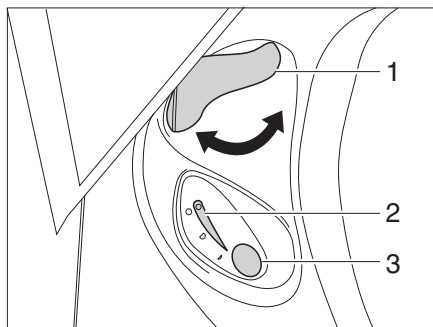

Fig. 232 Unité de commande des toilettes Thetford
- Avant d'actionner la chasse d'eau, ouvrir le curseur des toilettes Thetford. Tourner pour cela le levier du curseur (Fig. 232,1) dans le sens inverse des aiguilles d'une montre.
- Pour actionner la chasse d'eau, appuyer sur le bouton bleu (Fig. 232,3).
- Après avoir actionné la chasse d'eau, fermer le curseur. Tourner le levier du curseur (Fig. 232,1) dans le sens des aiguilles d'une montre.
Le voyant de contrôle (Fig. 232,2) s'allume lorsque la cassette Thetford doit être vidée.
- Tourner le levier du curseur (Fig. 232,1) dans le sens des aiguilles d'une montre. Le curseur se ferme. Pour la vidange il **faut** que le curseur des toilettes Thetford soit fermé.